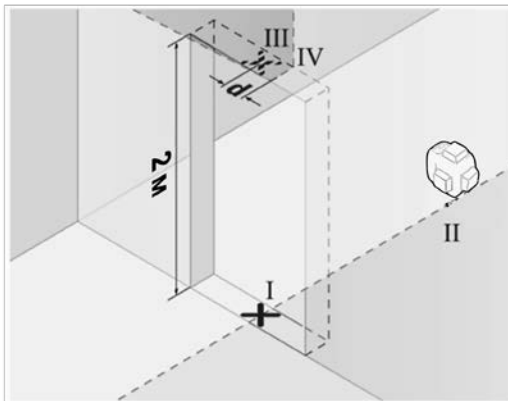

Рисунок 9
3.6.4 Позначте середину лазерної лінії на верхньому краї дверного отвору як точку «IV» (дивіться рисунок 9).